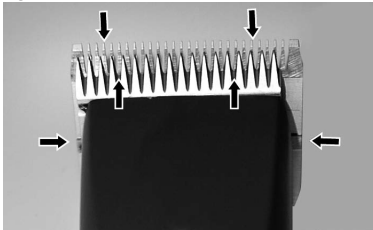

Fig. 13
För att uppnå ett bra klippresultat och för att öka klipprens och klipphuvudets livslängd måste du lägga på en tunn oljefilm mellan över- och underskåret (Fig. 13).
- ▶ Smörj skären tillräckligt mycket under klippningen (minst var femtonde minut), så att de inte torkar (Fig. 13).
Skären måste smörjas före, under och efter varje användning. När klipprens skär lämnar ränder eller går med lägre hastighet är det ett tecken på att det behövs olja. Lägg några droppar olja fram på och tvärs över klippskären (se pilarna i Fig. 13). Torka bort överskottsolja med en mjuk, torr trasa. Smörjsprayer innehåller inte tillräckligt mycket olja för att smörjningen ska bli bra, men kyler skären. Byt omedelbart skadade eller slöa skär för att undvika skador.